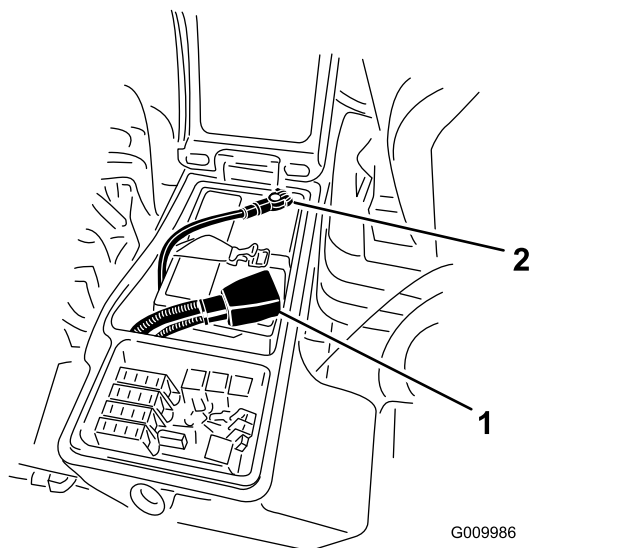

Рисунок 98
3. Отсоедините отрицательный кабель (черный) от отрицательной (-) клеммы и положительный кабель (красный) от положительной (+) клеммы аккумуляторной батареи (Рисунок 98).
6. Подсоедините положительный кабель (красный) к положительной клемме (+), а отрицательный кабель (черный) – к отрицательной (–) клемме аккумуляторной батареи (Рисунок 98).